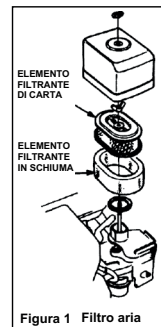

Figura 1 Filtro aria
2. Per pulire o sostituire il filtro dell'aria, allentare il dado a farfalla sull'alloggiamento del filtro dell'aria (Figura 1), rimuovere il coperchio ed estrarre la cartuccia del filtro dell'aria. Se si desidera pulire solo il filtro dell'aria, soffiare attraverso la cartuccia del filtro dall'interno, muovendo un getto di aria compressa secca dall'alto verso il basso fino a rimuovere tutta la polvere.